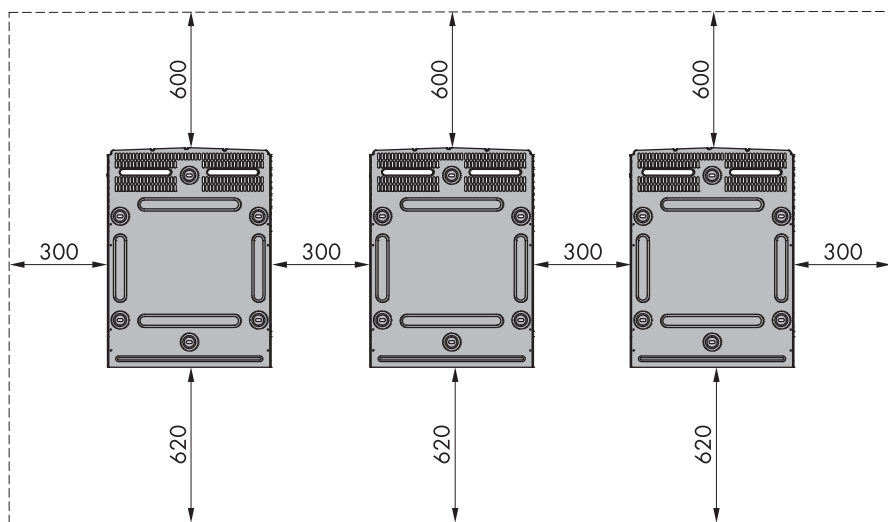

図 2.8 安全に取り付けるために必要な隙間、mm 単位
他の物体との安全な間隔を保ち、十分な換気がされるようにしてください（図 2.8 参照）。
- 複数台取り付ける場合は、通気がよくなるように十分な間隔を開けます。必要な間隔は、図 2.8 と取付板のラベルに記載されています。